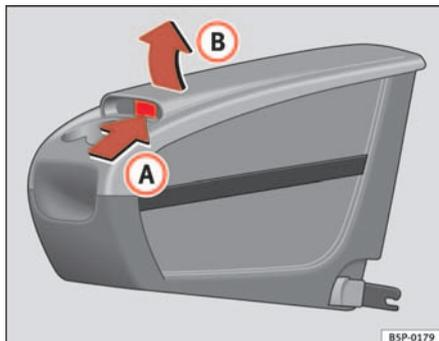

Fig. 111 Cassetto portaoggetti estraibile. Apertura
- Sollevare il coperchio (B) attraverso la zona (A) ⇒ fig. 111.